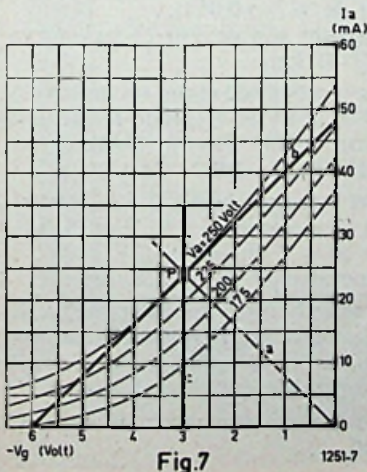

Fig.7
a. De spanning tussen rooster en katode is gelijk en tegengesteld aan de spanning tussen katode en aarde, dus $-V_g = I_a R_k$. Dit verband tussen $-V_g$ en I_a is in fig. 7 door de rechte lijn a weergegeven. Het snijpunt P van a met de karakteristiek voor $V_a = 250$ volt is het instelpunt van de buis. We zien dat de anodestroom 24 mA bedraagt. De benadering die men hierbij toepast, is dat men aanneemt dat de
- We bepalen allereerst de steilheid van de buis door in het punt P een raaklijn aan de karakteristiek te trekken (de lijn b in fig. 7). De helling van deze lijn is $S = 8$ mA/V. De inwendige weerstand vinden we als het quotient van een anodespanningsverandering en de hierdoor veroorzaakte anodestroomverandering, waarbij we de roosterspanning constant houden. Op de verticale lijn c lezen we af: